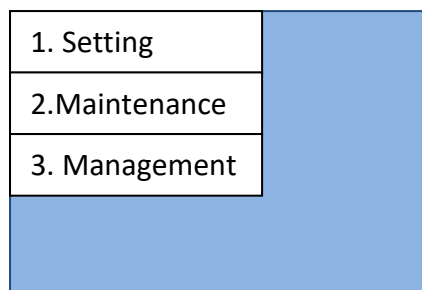
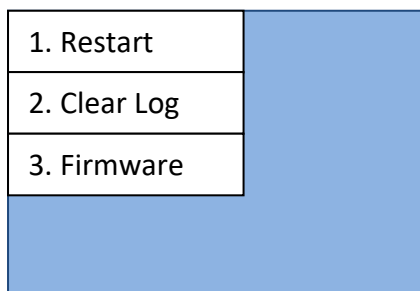
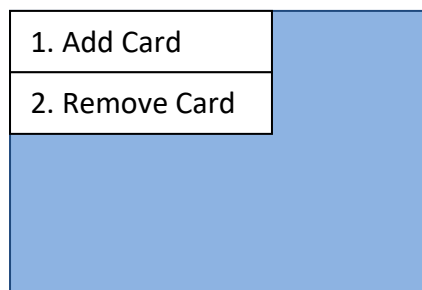
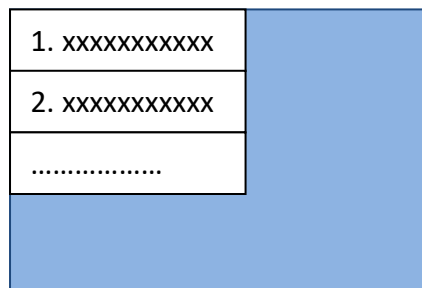

Figura 22 - Schermata principale di configurazione
Figura 27 - Schermata manutenzione
Figura 30 - Schermata di controllo RFID card
Figura 33 - Schermata rimozione card
- 4) Se la password è inserita correttamente, si apre la pagina in Figura 22, attraverso la quale è possibile avere accesso a tutte le configurazioni del dispositivo. Le voci del menù sono selezionabili attraverso i tasti Avanti e Indietro.
- 1) Dalla schermata in Figura 22, selezionare il punto '1 . Settings' e premere il tasto Conferma/invio. Attendere la comparsa della pagina in
- 1) Nella schermata in Figura 22, selezionare la voce '2. Maintenance' e premere su Conferma/Invio. Attendere la comparsa della schermata in Figura 27.
- 3) Selezionare 'Clear log' dalla schermata in Figura 27, per cancellare la lista eventi sul dispositivo. Confermare nella schermata in per effettuare la cancellazione.
- 4) Selezionare '3. Firmware' dalla schermata in Figura 27, per visionare la versione software del dispositivo.
- 1) Nella schermata in Figura 22, selezionare la voce '3. Management' e premere su Conferma/Avvio. Attendere la comparsa della pagina in Figura 30.
- 3) Per rimuovere una card di abilitazione carica, selezionare '2. Remove card' dalla schermata in Figura 30 e attendere la comparsa della schermata in Figura 33.